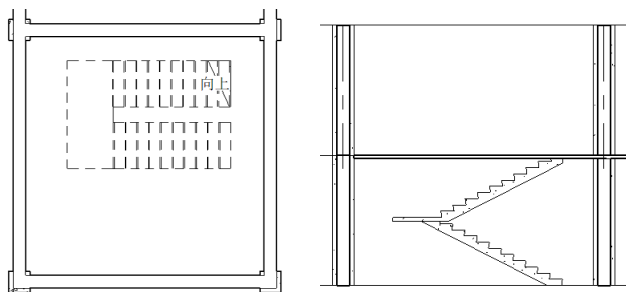

图 12-11 绘制楼梯
(14) 单击“模式”面板中的“完成编辑模式”按钮, 完成楼梯的创建，如图 12-11 所示。